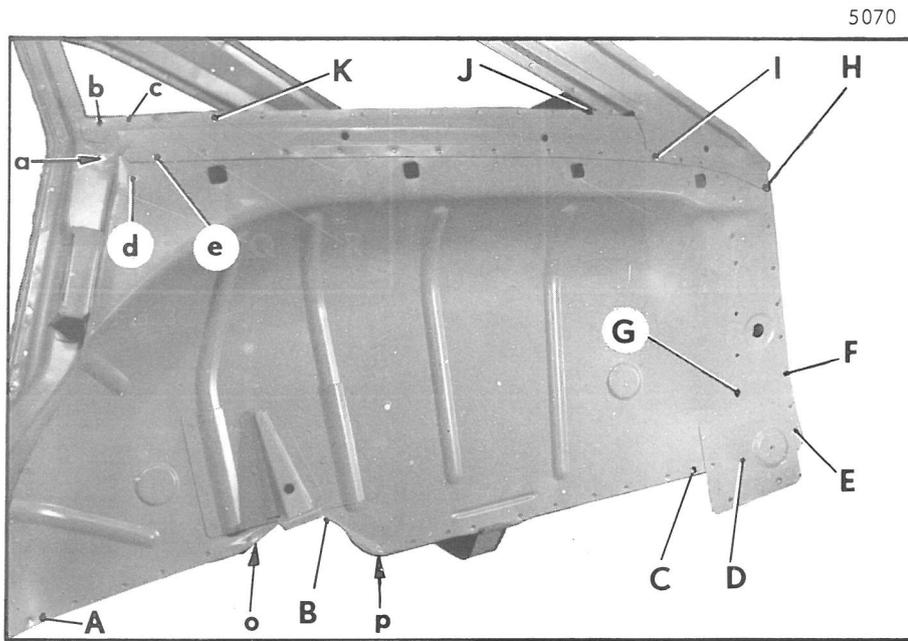

Fig. 2
- en JK (fig. 2)
- en HI (fig. 2)
en b et c	(fig. 2)
en d et e	(fig. 2)